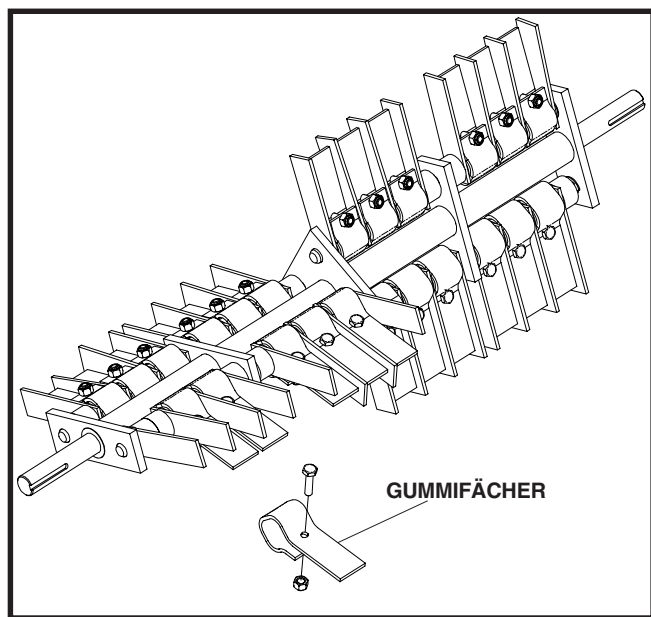

ABBILDUNG 3
14. Bringen Sie die Gummifächer zwischen den Schlegelklingen auf der Welle an. Siehe Abbildung 3. Wenn diese Welle montiert ist, brauchen Sie sie NICHT auszubauen, um die Gummifächer anzubringen.